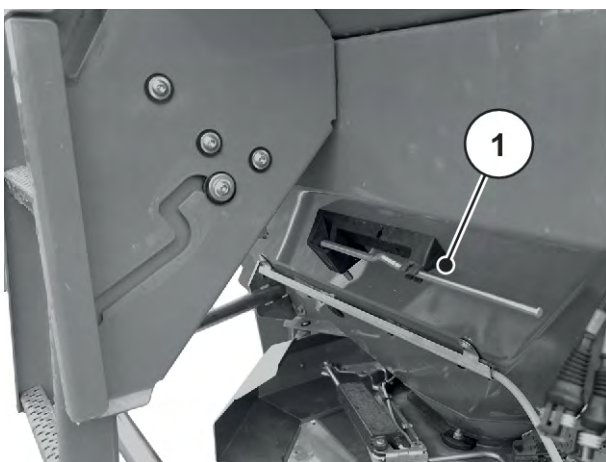

Fig. 32: Inställningsspakens läge AXIS xx.2
- ▶ Lägg återigen inställningsspaken i den därför avsedda hållaren. Se *Fig. 32 Inställningsspakens läge AXIS xx.2*